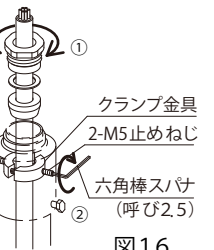

図16
- (3) スタンドパッキンの締め付け
スタンドパッキン、スリッリング、グランドの順にケーブルを通し、グランドをパイプジョイントにねじ込み、スタンドパッキンを締め付けてください。ケーブルが軽く圧縮された位置からさらにグランドを1/2～1回転ねじ込んでください(図16 ①)。
- (4) ケーブルのクランプ
ケーブルをパイプジョイントの中心でクランプできるように、六角棒スナナ(呼び2.5)でパイプジョイントの側面にある2ヶ所のM5の止めねじを均等にねじ込み、内部のクランプ金具でケーブルを固定してください(図16 ②)。
- (5) 本体の取り付け